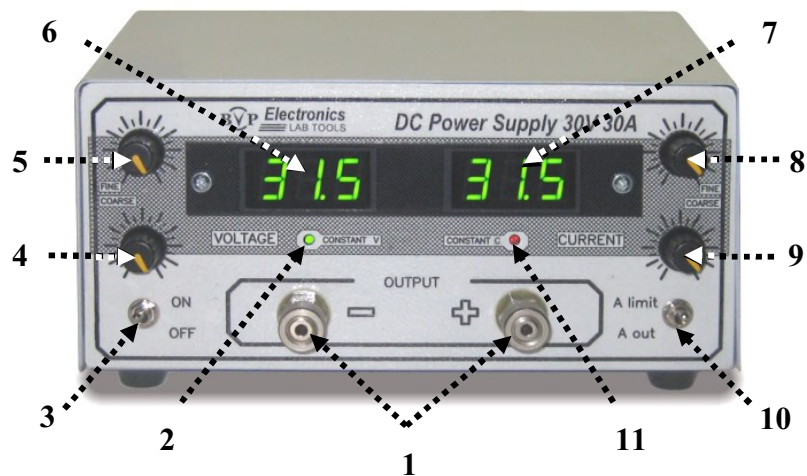

Рис. 2. Расположение органов управления на передней панели источника питания
На передней панели источника питания размещены оперативные органы управления, два цифровых индикатора встроенных измерительных приборов вольтметра и амперметра, световые индикаторы режима работы и выходные клеммы. На рис. 2 показан внешний вид передней панели прибора и расположение на ней всех органов управления и индикации.
- 8.1 Включите источник питания без нагрузки (переместив тумблер **3** (рис.2) в положение "ON").